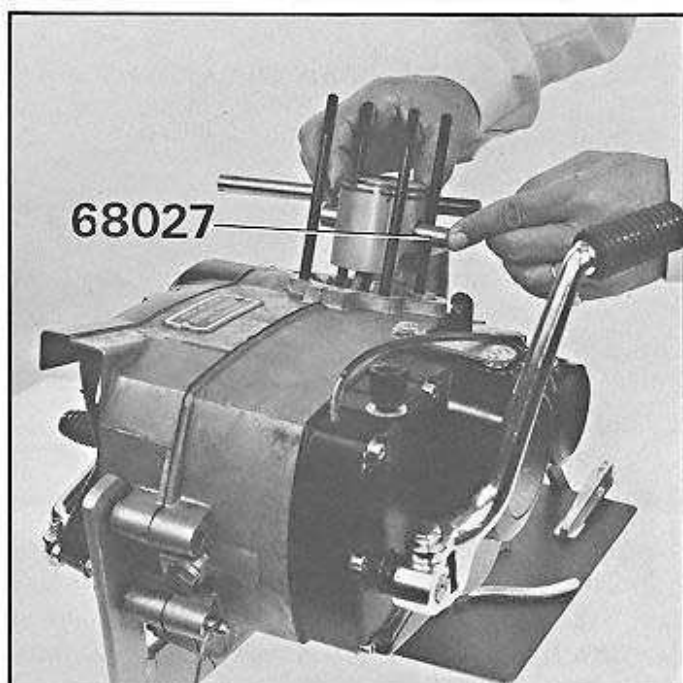

Fig. 15
- Pousser à la main l'axe de piston à l'aide du guide n° 68027 (fig. 15).